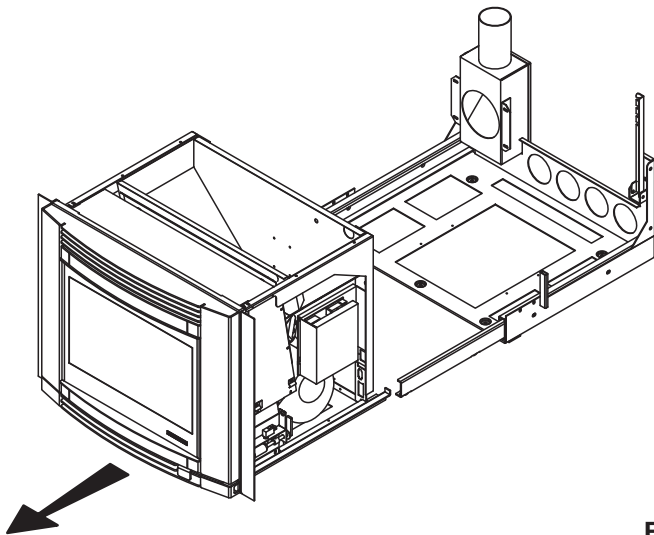

Fig. 6.1.7
1. Sfilare la stufa dal basemento (Fig. 6.1.7);